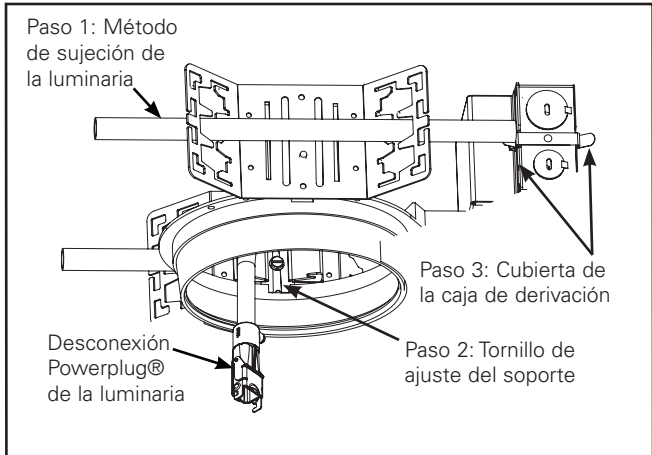

Figura 1.
1. Instale la luminaria en la cavidad del techo usando un conducto para cables de 1/2". Utilice canales de 3/4" y 1-1/2", barra de metal de 1/8" x 1/2" o abrazaderas de barra en T como carriles de montaje (de otras marcas), insertando soportes de suspensión directos a ambos lados. (Figura 1.)